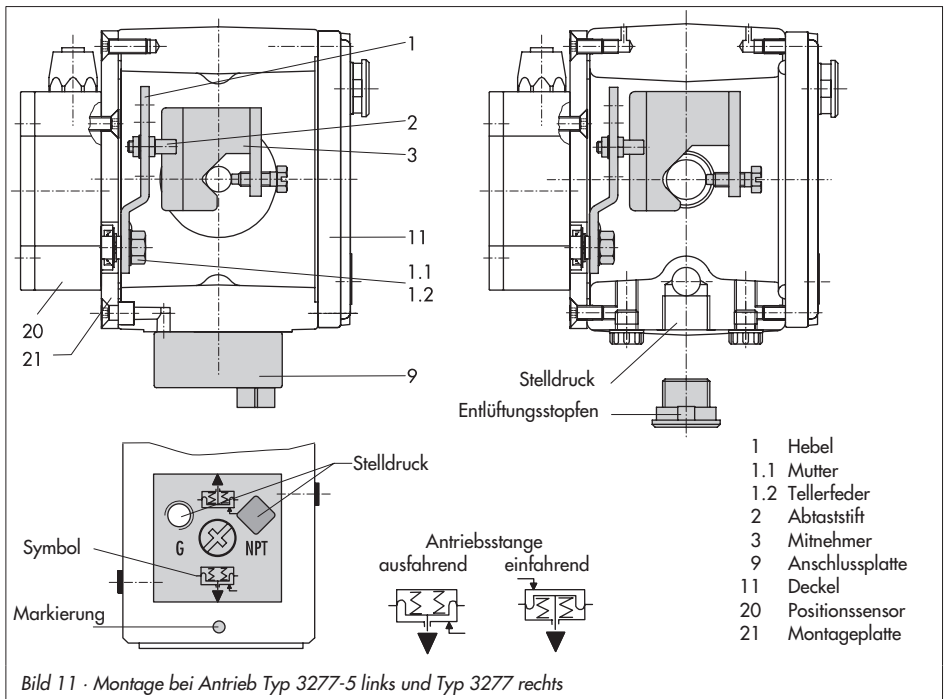

Bild 11 · Montage bei Antrieb Typ 3277-5 links und Typ 3277 rechts
Der Stelldruck vom Stellungsregler wird über den Stelldruckanschluss der Anschlussplatte (9, Bild 11 links) auf die Membrankammer des Antriebes geführt. Dazu zunächst die Anschlussplatte (9) aus dem Zubehör am Joch des Antriebes verschrauben.
- ▶ Anschlussplatte (9) dabei so drehen, dass das für die Sicherheitsstellung richtige Bildsymbol „Antriebsstange ausfahrend“ oder „Antriebsstange einfahrend“ nach der Markierung ausgerichtet ist (Bild 11 unten).
- ▶ Unbedingt darauf achten, dass die Flachdichtung der Anschlussplatte (9) richtig eingelegt ist.